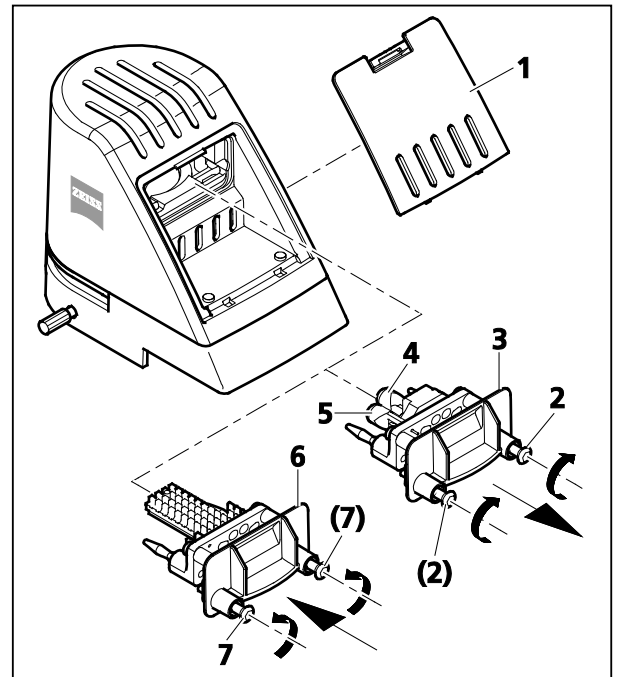

Bild 36 Halogenlampe 6 V / 30 W oder Durchlichtbeleuchtung mit LED wechseln
- Die Klemmlasche an der Abdeckung (Bild 36/1) herunterdrücken und die Abdeckung vom Stativ abnehmen.
- Beide Arretierungsschrauben (Bild 36/2) der Durchlichtbeleuchtung (z. B. Durchlichtbeleuchtung mit Halogenlampe, Bild 36/3) lösen. Dabei die Schrauben leicht gegen die Feder drücken und um 90° drehen: linke und rechte Schraube im Uhrzeigersinn drehen.
- Durchlichtbeleuchtung (Bild 36/3) aus dem Stativ herausziehen.
- Halogenlampe (Bild 36/4) aus dem Beleuchtungsträger herausziehen und neue Halogenlampe einsetzen. Die neue Lampe nicht mit bloßen Händen anfassen, da dadurch die Lebensdauer verringert wird.
☞ Eine Ersatzlampe (Bild 36/5) kann in der Durchlichtbeleuchtung mit Halogenlampe platziert werden und auch während des Betriebs dort verbleiben.
- Durchlichtbeleuchtung (z. B. Durchlichtbeleuchtung mit LED, Bild 36/6) in das Stativ einschieben und mit beiden Schrauben (Bild 36/7) arretieren. Dabei die Schrauben leicht gegen die Feder drücken und um 90° drehen: rechte und linke Schraube gegen den Uhrzeigersinn drehen.
- Abdeckung (Bild 36/1) wieder an das Stativ ansetzen und einrasten lassen.